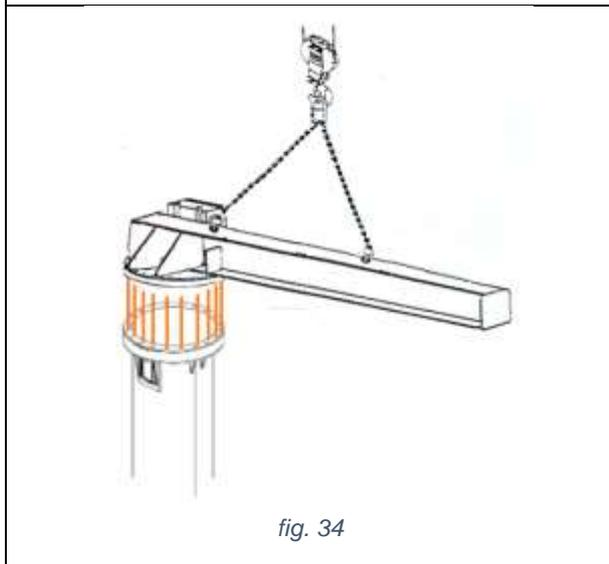

fig. 34
7. Placer la flèche munie de plaque perforée sur la couronne et faire correspondre les trous. (fig. 34).